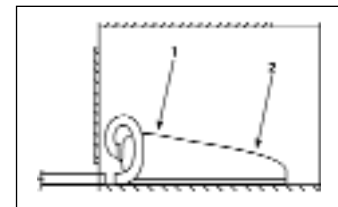

Abb. 9
**5.6 Alle Ventile mit Fusschalter (siehe Abb. 9)**